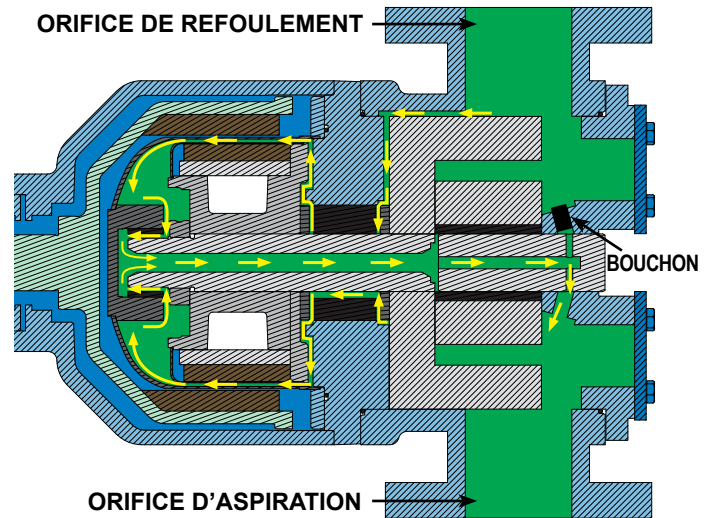

FIGURE 14
11. S'assurer que le bouchon obstrue bien le trou de la tête de pompe, à la base de l'axe du satellite, qui s'aligne avec la rainure verticale de la bride d'adaptation. Le bouchon sera légèrement en retrait du côté CW de la gorge. S'assurer que le trou du côté opposé n'est pas obstrué. Voir figure 14 page 9.
de butée extérieure. Le liquide est ensuite aspiré dans la bague du bol et renvoyé à travers l'arbre et l'axe de satellite creux vers le côté aspiration de la pompe. Lorsque la pompe fonctionne en sens inverse, l'écoulement de liquide est inversé, voir **Figure 14**.